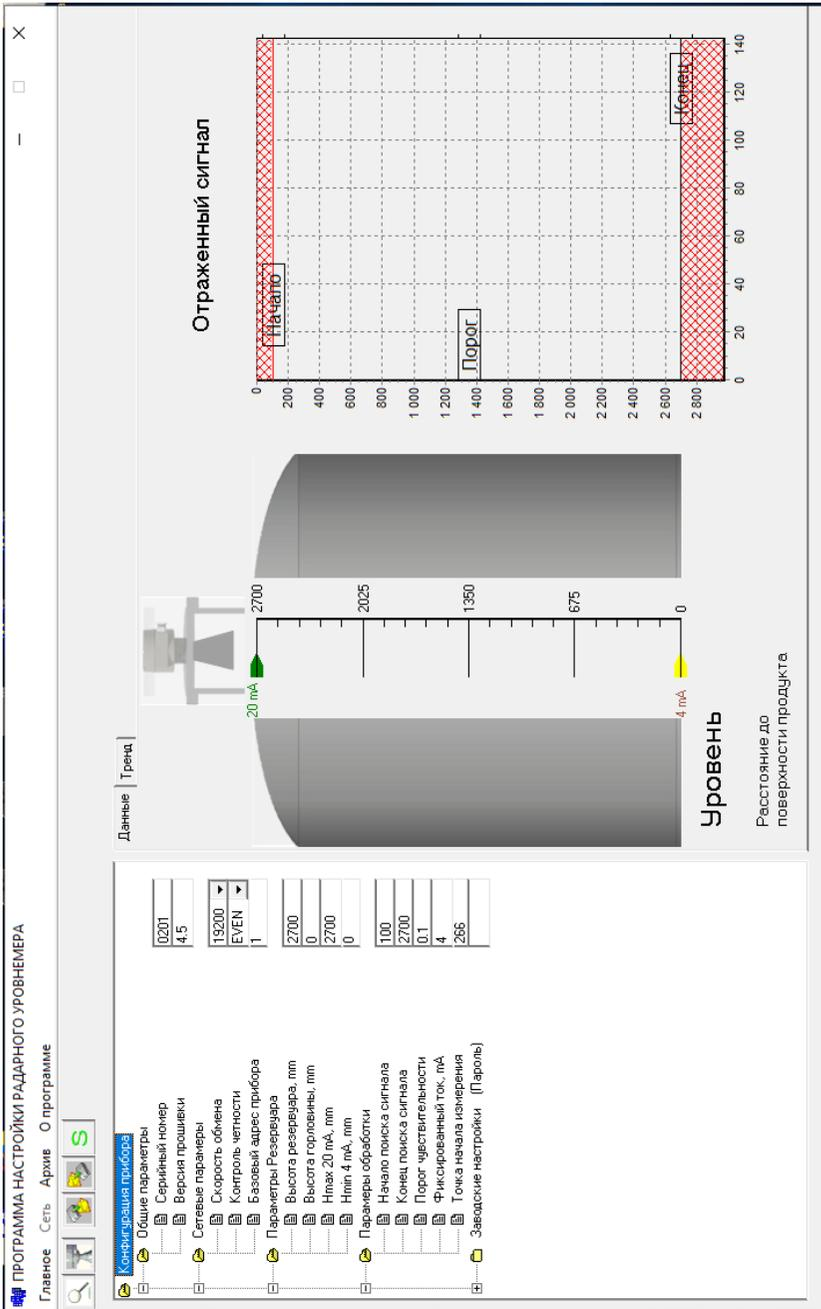

Рисунок 2.9 – Главное меню программы
2.6.1 Задание параметров конфигурации УР-31 с помощью программы настройки «ur31\_setup» (рисунок 2.9) осуществляется в следующей последовательности.